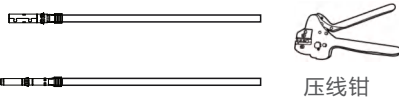

图3.14 将金属端子压接到线缆上
3. 使用专用压线钳将金属端子压接到线缆上。（参见图3.14）